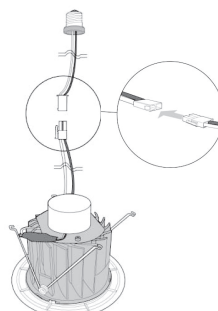

Figure 2 - Branchez le connecteur de type Edison
2. Branchez le connecteur de type Edison ou GU24 au module IR6-600WH (de la manière illustrée à la Figure 2).